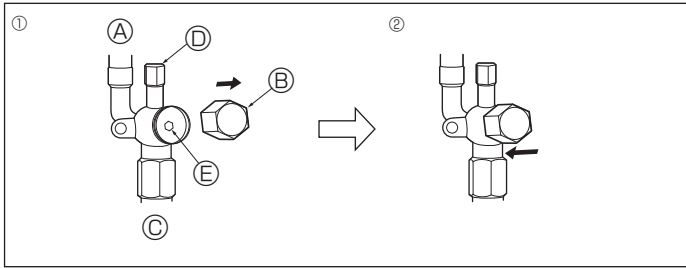

Fig. 4-10
- * Tournez la section ④ uniquement. (Ne serrez pas davantage les sections ④ et ⑤ l'une contre l'autre.)
- ③ Flexible de charge
- ⑤ Ouverture de service
4.7. Comment ouvrir la vanne d'arrêt (Fig. 4-10)
- ① Enlevez le capuchon et tournez la tige de la vanne dans le sens inverse des aiguilles d'une montre le plus loin possible à l'aide d'une clé hexagonale de 5 mm. Arrêtez de tourner quand elle touche la butée. (ø15,88 : environ 13 tours)
- ② Veillez à ce que la vanne d'arrêt soit complètement ouverte et faites tourner le capuchon pour le remettre à sa position d'origine.
- ① Retirez le bouchon, et tournez la tige de soupape à fond dans le sens antihoraire avec une clé hexagonale de 4 mm. Arrêtez de tourner quand elle frappe la retenue. (ø9,52: env. 10 tours)
- ② Vérifiez que la vanne d'arrêt est complètement ouverte et tournez le capuchon pour le ramener sur sa position d'origine.
- ④ Côté appareil
- ⑥ Capuchon
- ⑦ Côté tuyau local
- ⑧ Orifice pour l'entretien